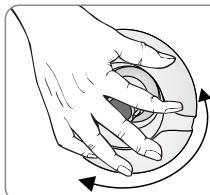

Рис.19
1. Для регулирования силы выброса воды из форсунок, поверните регулировочный винт или форсунки по часовой или против часовой стрелки (Рис.19).